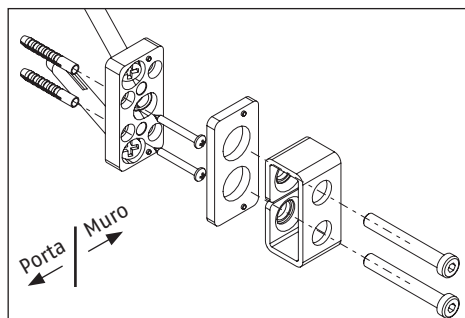

Fig. 21 Montaggio senza piastre da avvitare con/ senza spessori di plastica
Fare attenzione alla posizione corretta della piastra da avvitare: l'inclinazione dei fori di ancoraggio al muro, vista in direzione di foratura, deve essere rivolta in senso contrario al rispettivo bordo della porta (Fig. 21).
1. Tenendo la piastra da avvitare, senza scatola di serratura, accostata alla posizione tracciata per la scatola, praticare i fori per posizionarvi 2 viti  $\varnothing 4 \times 35$  mm per tassello e legno (tassello  $\varnothing 6$  mm, legno  $\varnothing 3$  mm),  $\varnothing 4,2 \times 22$  mm per metallo  $\varnothing 3,5$  mm. Fissare la piastra da avvitare con 2 viti (Fig. 21).
3. In aggiunta, allungare entrambi i fori per fissare la scatola serratura, aventi  $\varnothing 7$  mm in legno e metallo,  $\varnothing 6$  mm in pietra, a una profondità minima di 50 mm (Fig. 21).